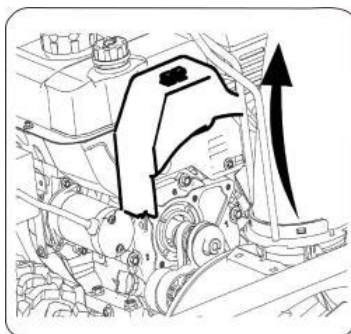

Рисунок 21
**Примечание:** Слейте бензин из снегоуборщика или поместите специальную пластмассовую ёмкость для топлива под крышку топливного бака (см. рис.21).